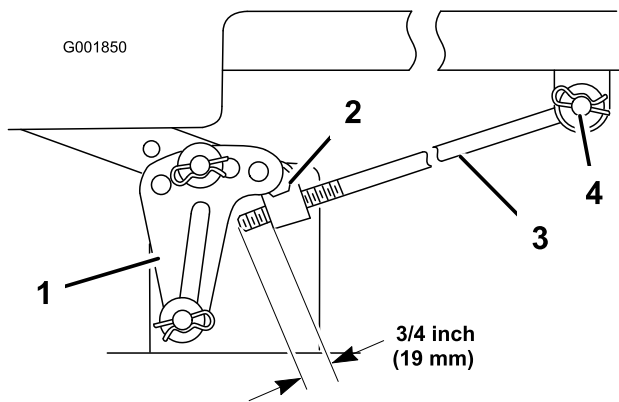

Bild 54
5. Messen Sie die Länge der Stange, die aus dem Einstellblock an den Seiten des Rahmens heraussteht (Bild 54).
6. Entfernen Sie, wenn die Länge der Stange **nicht** 19 mm beträgt, den Splint und die Scheibe vom Ende der Stange (Bild 54) und drehen Sie die Stange, bis die Länge von 19 mm erreicht ist.